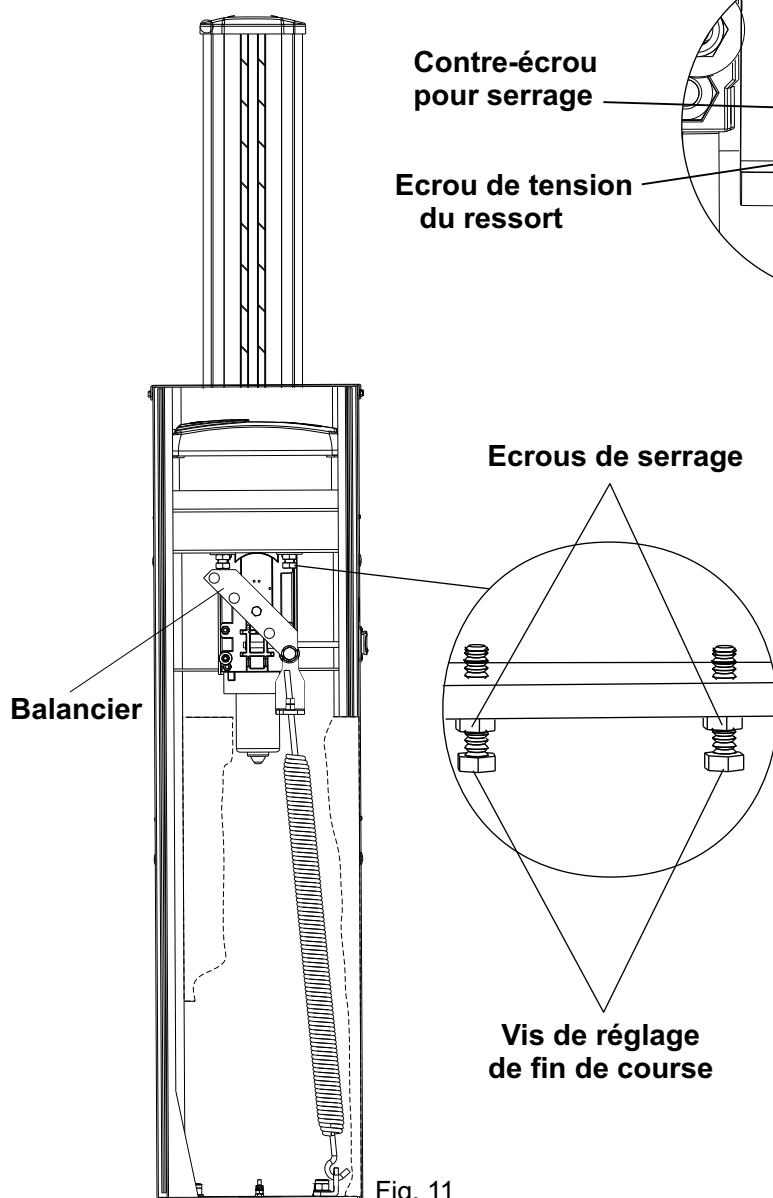

Fig. 11
- Déverrouiller les vis du fin de course en dévissant les écrous de serrage fixés sur les stops mécaniques (Fig.11).
- Dévisser ou visser les vis de fin de course afin que la lisse se bloque en position parfaitement verticale en ouverture (Fig.11), et en position parfaitement horizontale en fermeture.